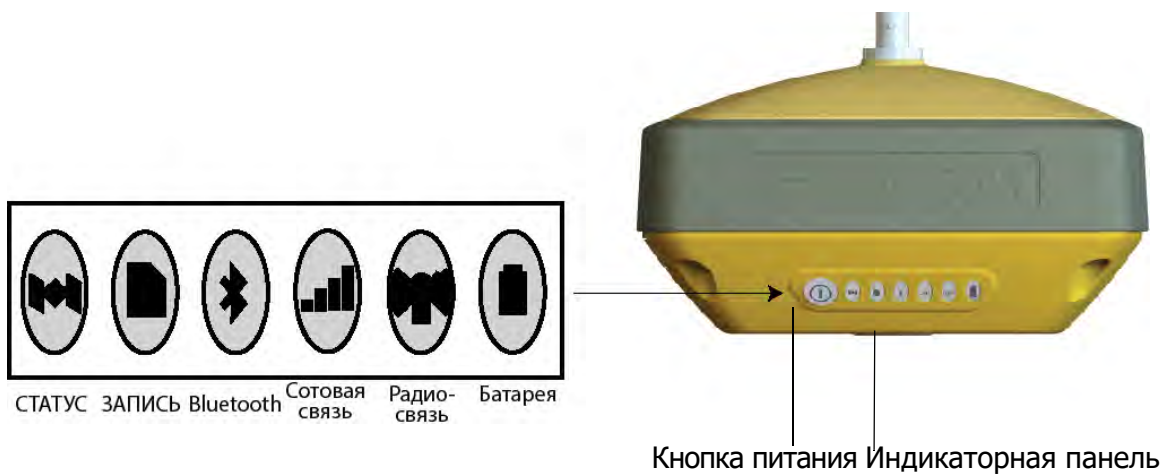

Рисунок 2-4: Нижняя часть приемника—Индикаторная панель
1. Откройте крышку слота SIM-карты с помощью шестигранной отвертки для снятия **двух винтов** (Рисунок 2-4).